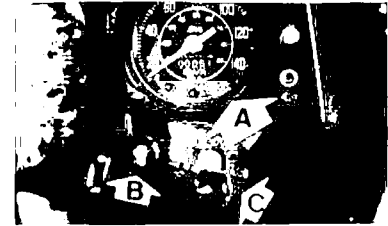

Fig. 3.—A. Piloto central del estrangulador
Se encuentra situada en el costado derecho de la columna de dirección (fig. 3).
Colocado en la parte derecha de la columna de dirección (C) (fig. 3). La finalidad del estrangulador es enriquecer momentáneamente la mezcla aire-gasolina, cuando ha de ponerse en marcha el motor y la temperatura ambiente es baja.